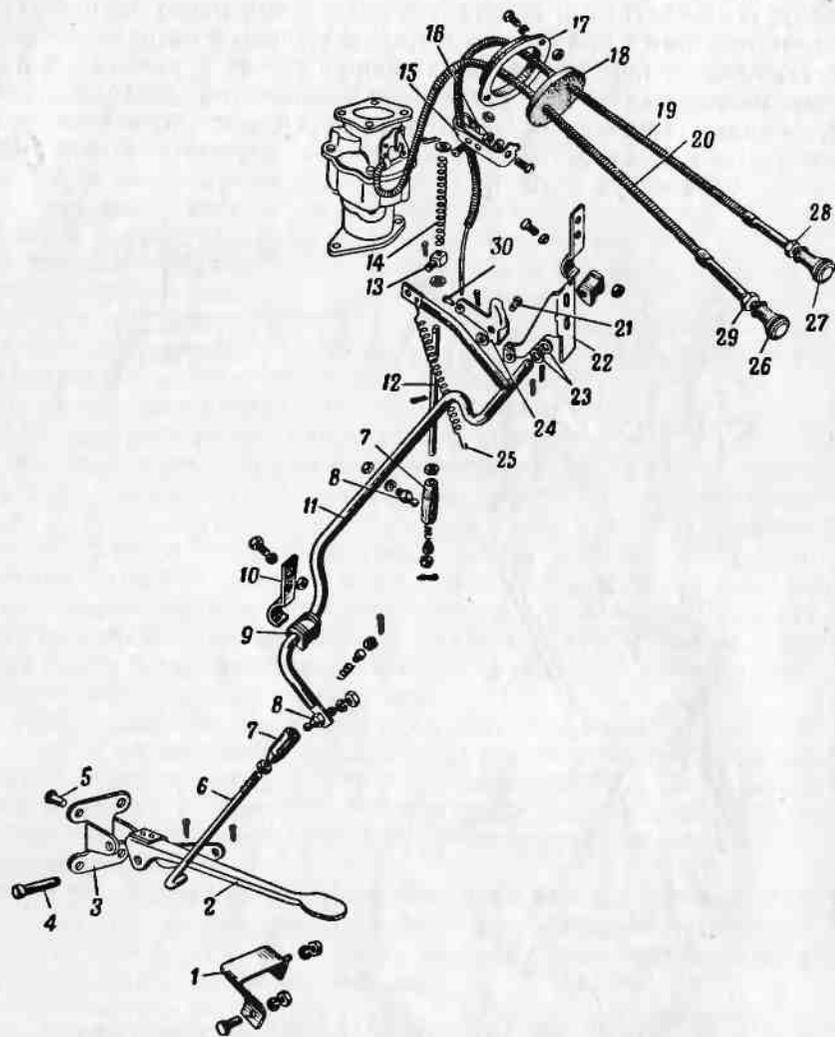

Рис. 81. Детали привода управления заслонками карбюратора:
Управление дроссельной заслонкой карбюратора осуществляется при помощи педали 2 (рис. 81) и в некоторых случаях кнопкой 27. Валик 11 педали подачи топлива вращается в двух
1. Отъединить наконечник 7 (рис. 81) тяги 12 от рычага дроссельной заслонки.